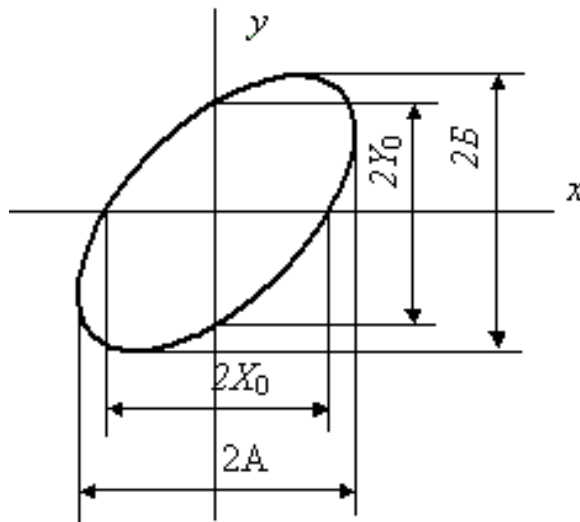

Рис. 4.6
4.4.2. Регулируя напряжение на выходе генератора, коэффициенты усиления каналов X и Y получить на экране осциллограмму в виде эллипса, размеры которого находятся в пределах $2/3$ размеров экрана, а оси ориентированы по диагоналям экрана (рис.4.6).